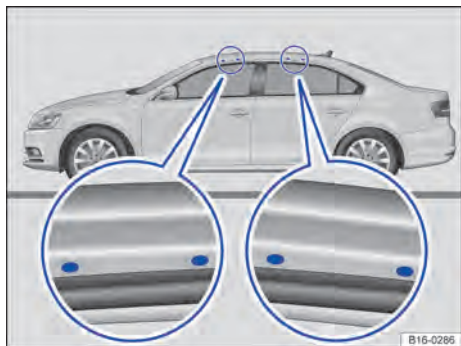

Fig. 116 Pontos de fixação dos suportes de base.
⇒ Fig. 116 (lupa esquerda). As marcações e furos para fixação atrás encontram-se nos lados inferiores das vigas do teto.
- Fixar os suportes de base somente nas perfurações e marcações indicadas na figura ⇒ Fig. 116.